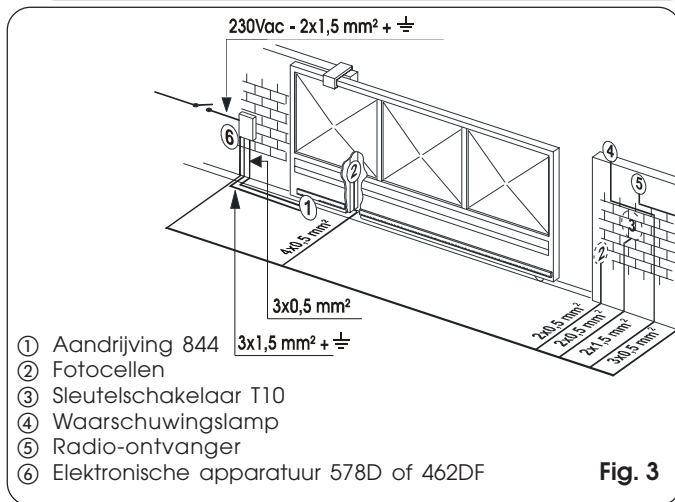
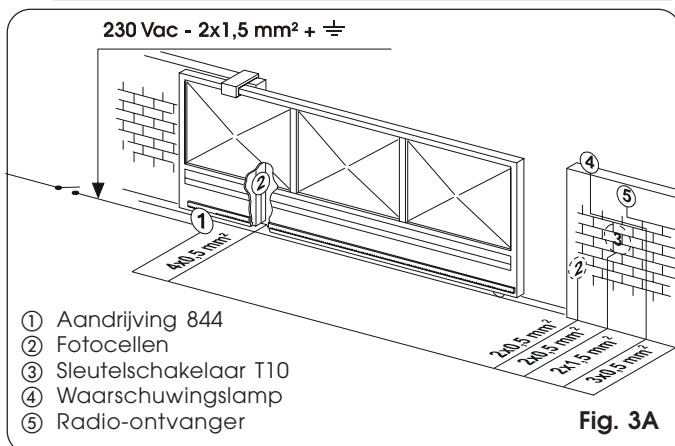

Fig. 3
Fig. 3A
- 4) Leg de elektriciteitskabels aan voor verbinding met de accessoires en voor de elektrische voeding, zoals op fig. 3 of fig. 3A.